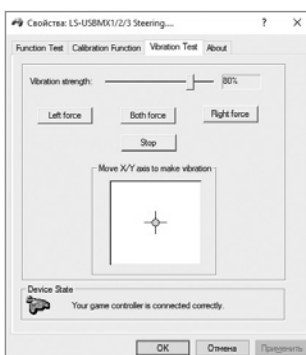

Рис. 11
- Во вкладке «Vibration Test» можно проверить работу обоих вибромоторов вместе, нажимая кнопку «Both force»; или по отдельности, нажимая кнопки «Left force» и «Right force» (рис. 11). Для остановки теста нужно нажать кнопку «Stop». Передвигая курсор в строке «Vibration strength» мы можем увеличить или уменьшить силу виброотдачи. Для сохранения настроек необходимо нажать «Применить» или «Ок» в нижней строке этого окна.